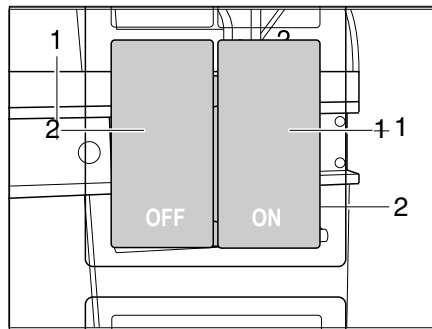

Fig. 125 Interrupteur de verrouillage central de la cuisine intégrée
La cuisine intégrée est équipée d'un verrouillage central. Les portillons et tiroirs du bloc cuisine peuvent être verrouillés et déverrouillés manuellement avec l'interrupteur (Fig. 125).
- Verrouiller* ■ Appuyer sur l'interrupteur ON (Fig. 125,1). Les portillons et les tiroirs du bloc cuisine sont verrouillés.
- Déverrouiller* ■ Appuyer sur l'interrupteur OFF (Fig. 125,2). Les portillons et les tiroirs du bloc cuisine sont déverrouillés.